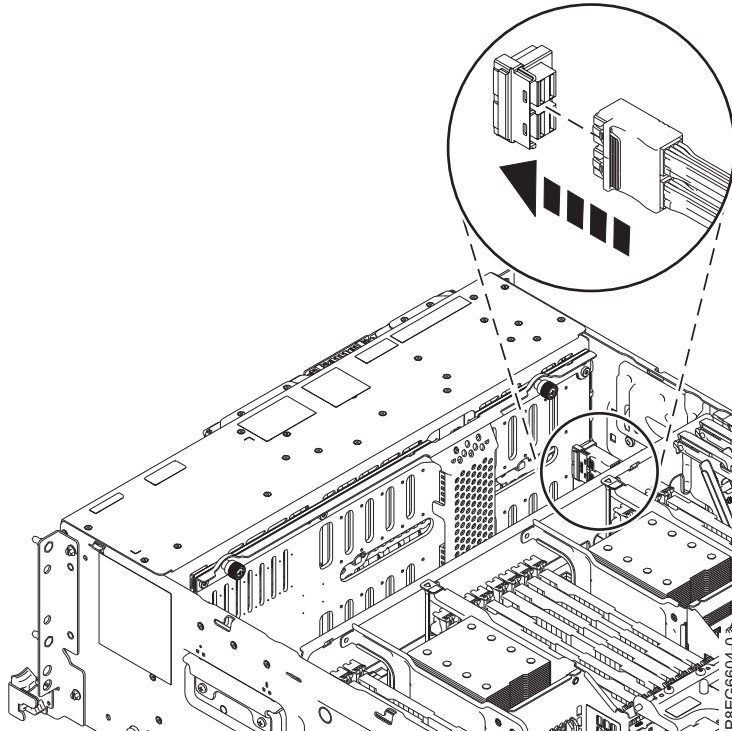

Abbildung 8. SAS-Kabel erneut mit der Rückwandplatine des Plattenlaufwerks verbinden
7. Verbinden Sie das vordere SAS-Kabel wieder mit dem Anschluss an der Rückwandplatine des Plattenlaufwerks (siehe Abb. 8 auf Seite 11). Schieben Sie den Stecker ein, bis die Steckersperre einrastet. Ordnen Sie die Kabel an der Seite des Chassis an.